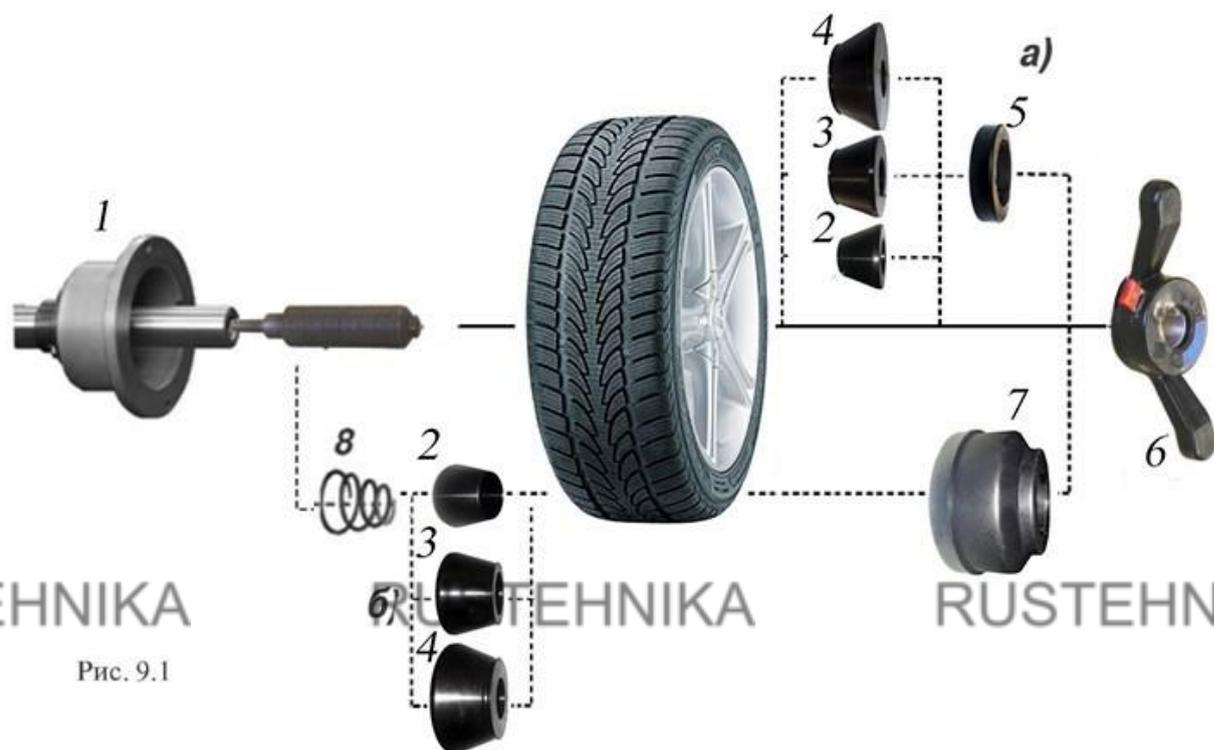

Рис. 9.1
диска (вариант «а»), так и с внутренней (вариант «б») (см.рис. 9.1)
9.6. СБ оборудован педалью для ускорения установки колеса по (варианту «б») (см. рис. 9.1) Установите колесо на конус, установите быстросъемную гайку, нажмите два раза педаль, удерживая колесо и быстросъемную гайку. Вал СБ начнет вращаться, зажимая колесо, когда колесо будет зажато вращение вала остановиться. Окончательно затяните колесо быстросъемной гайкой вручную.